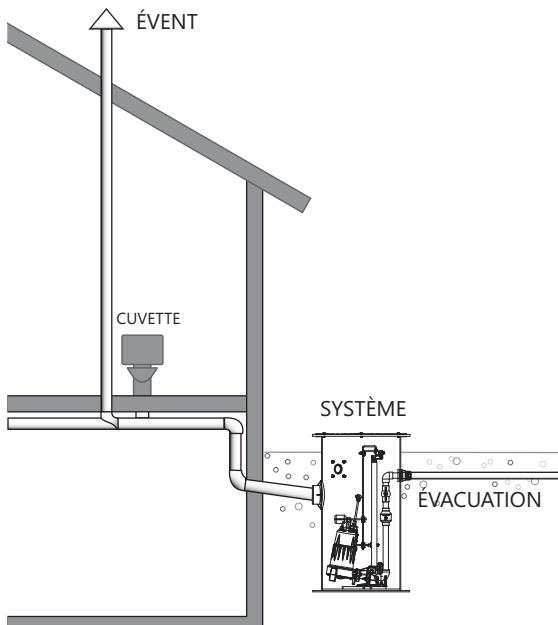

Figure 6. Exemple de méthode de ventilation-alternative
- B. **Évent** : Un événement de 2 po ou de 3 po est fourni sur l'unité de la série 1100. L'événement de la série P680 est dans le réservoir. L'événement doit être raccordé à l'événement existant du bâtiment ou étendu à l'extérieur sur sa propre colonne montante. La dimension de l'événement doit respecter les codes en vigueur, mais jamais être inférieure à celle du tuyau d'évacuation. Voir la Figure 6, un exemple de ventilation à travers le tuyau d'entrée comme solution de recharge.